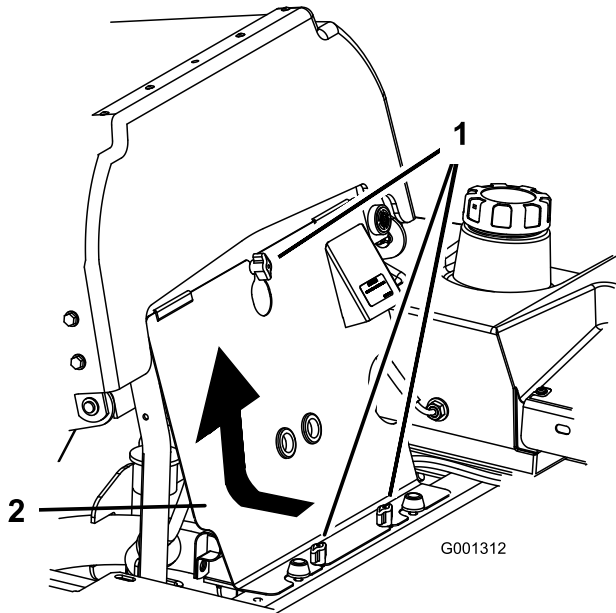

Figure 40
1. Basculez le siège en avant et déposez le panneau avant du moteur (Figure 40).